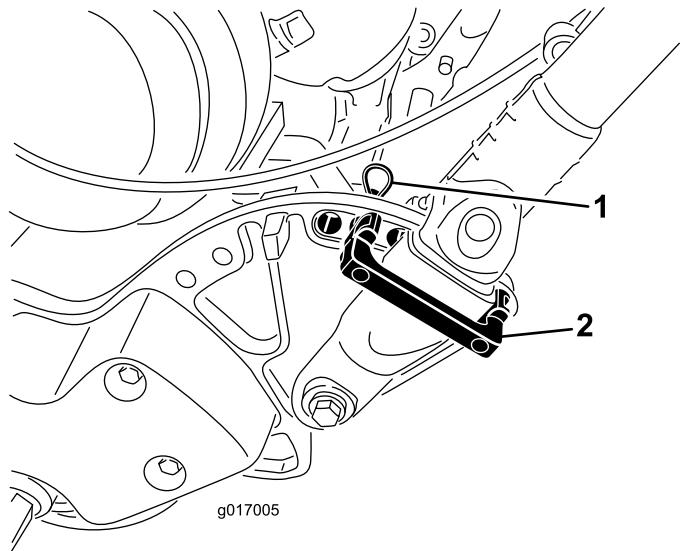

Figure 24
1. Retirez les goupilles fendues des retenues du guidon de chaque côté de la tondeuse (Figure 24).
2. Soutenez le guidon, retirez les goupilles fendues de chaque côté et faites pivoter le le guidon à la position voulue (Figure 24).